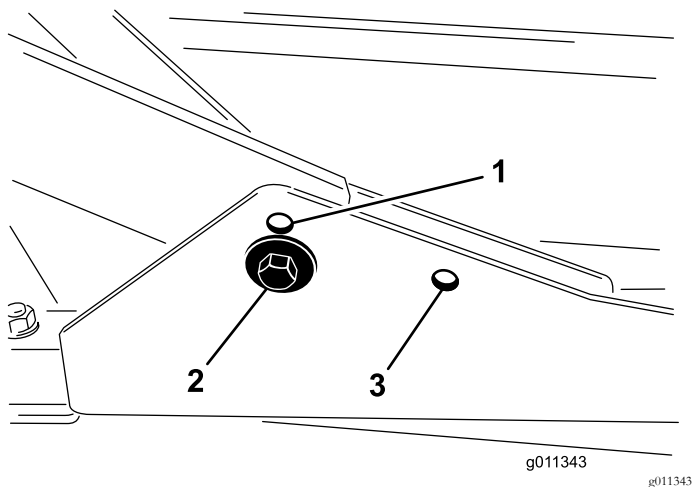

Bild 8
- Befestigen Sie die vorderen Trägerrahmen für Schnitthöhen von 2,0 cm bis 7,6 cm in den unteren vorderen Befestigungslöchern (Bild 8).
2. Befestigen Sie die vorderen Trägerrahmen für Schnitthöhen von 6,3 cm bis 10 cm in den unteren vorderen Befestigungslöchern (Bild 8).
Befestigen Sie das Heckmähwerk für alle Schnitthöhen in den hinteren Befestigungslöchern (Bild 8).